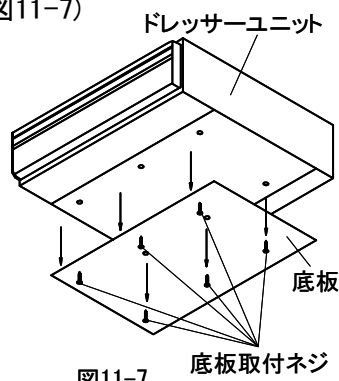

図11-7
③ドレッサーユニットの底板を取り外してください。(図11-7)
④ボウルキャビネット4隅の天板固定金具